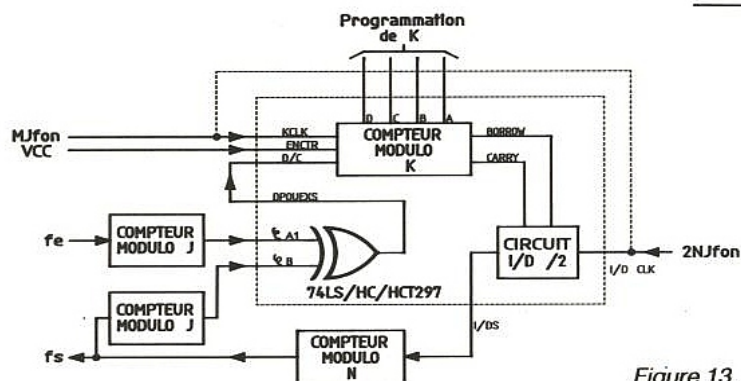

Figure 13.
Nous avons vu précédemment que la plage de poursuite s'exprime par $\pm \Delta f_s = M f_0 / 2 K N$ (3). Donc, en divisant par J les entrées et sorties de la PLL, celle-ci ne travaillera plus à la fréquence centrale f_0 mais à f_0/J . Le compteur modulo K et le circuit I/D auront une fréquence d'entrée J fois trop élevée. La nouvelle fréquence centrale de la PLL sera donc : $f_{0N} = f_0/J$ d'où $f_0 = f_{0N} J$ et en remplaçant dans (3) : $\pm \Delta f_s = M J f_{0N} / 2 K N$ la plage de poursuite a été multipliée par J , voir figure 13.